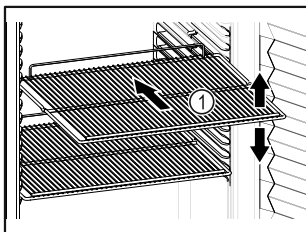

Fig. 50 Simbolična slika
- ❑ Če je odlagalna rešetka Fig. 50 (1) premična, jo prilagodite po višini.